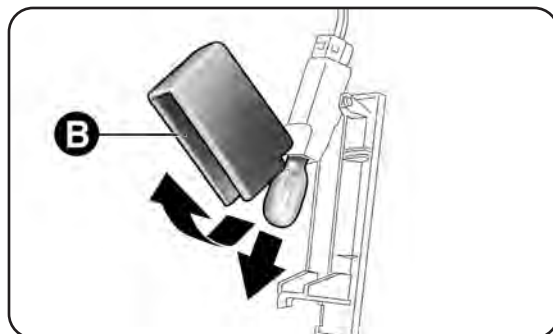

fig. 146
- apri la protezione B-fig. 146 e sostituisci la lampada;